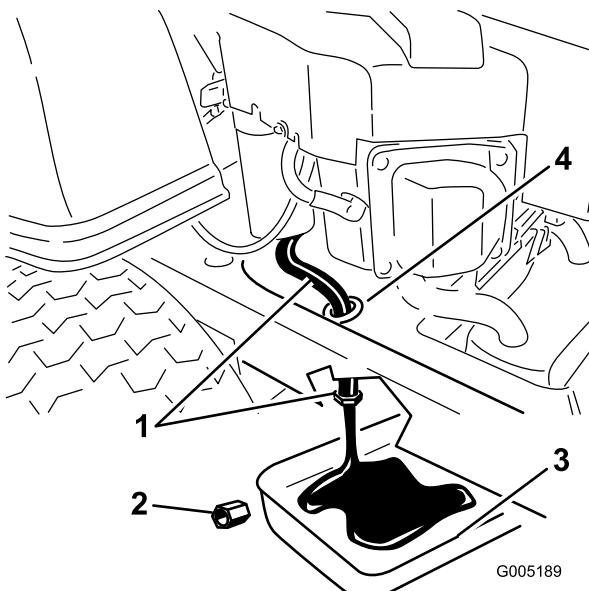

Figure 31
- Trouvez l'emplacement du flexible de vidange d'huile du côté gauche du moteur. Le bouchon de vidange est fixé à un flexible acheminé par un orifice de vidange jusqu'au châssis de la machine (Figure 31). Nettoyez autour du bouchon et du flexible de vidange d'huile.
- Placez un bac de vidange sous la machine, juste sous l'orifice de vidange du châssis, comme illustré à la Figure 31.
7. À l'aide de deux clés (l'une pour tenir le flexible de vidange d'huile et l'autre pour desserrer le bouchon), retirez le bouchon de vidange d'huile (Figure 31).
13. Lorsque la vidange est terminée, replacez le bouchon de vidange. Serrez le bouchon à 14 Nm. Essuyez l'excédent d'huile (Figure 31).